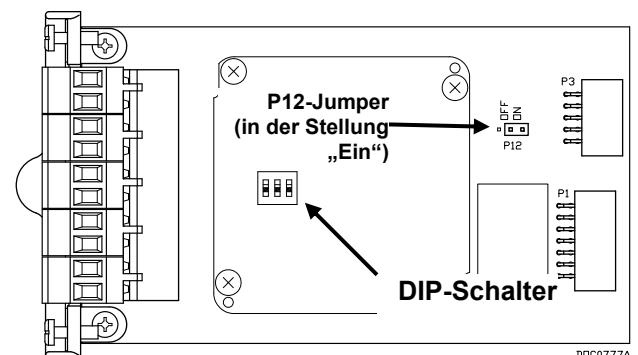

Abbildung 7. P12-Jumper am H1-PWR-Modul
5. Positionieren Sie das Modul entsprechend der Darstellung in Abbildung 7.